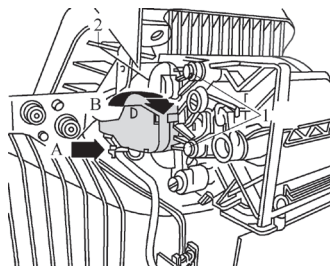

图 5-30 旋转伺服电动机
3) 如图 5-30 所示, 旋出螺钉 1。从导线的固定卡 (图中箭头 A) 上脱开导线, 将新鲜空气 / 循环空气速滞压力翻板伺服电动机 V425 沿箭头 B 方向旋转大约 15° , 然后将其从凸轮连接轴上小心地撬出。